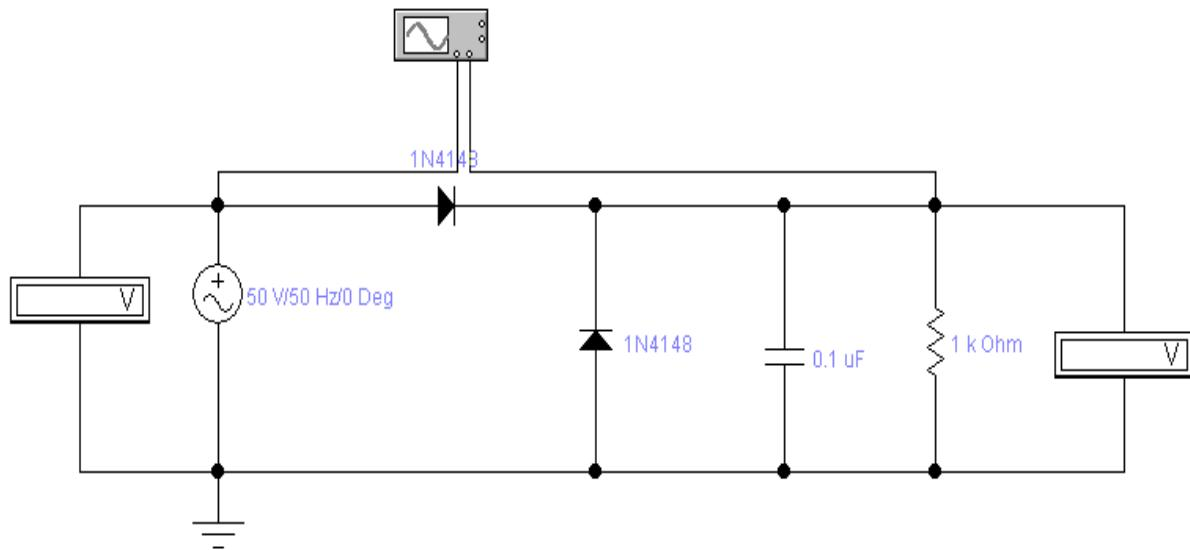

Рисунок 4.50 – Схема випрямляча з ємкісним згладжувальним фільтром
1. Зібрати схему однопівперіодного випрямляча однофазного струму та дослідити роль конденсатора в ємнісному фільтрі для згладжування пульсуючої напруги (рис. 4.50).
6. Пояснити особливості зміни коефіцієнта згладжування пульсуючого напруги на навантаженні R у перетворювачі змінного струму в постійний струм (рис. 4.50) залежно від ємності конденсатора і частоти вхідної напруги.